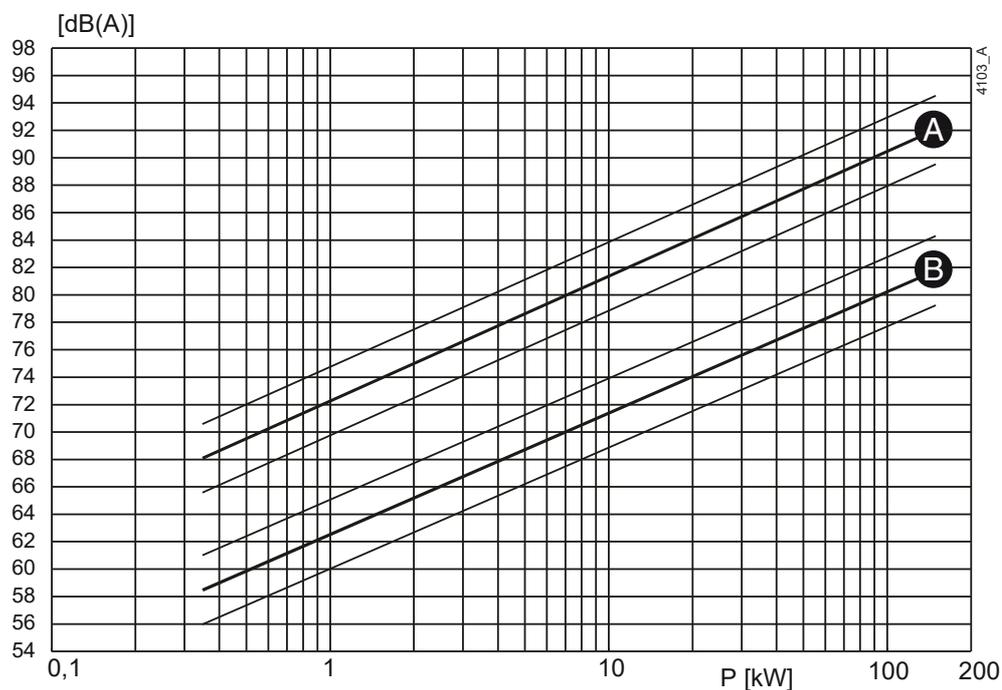
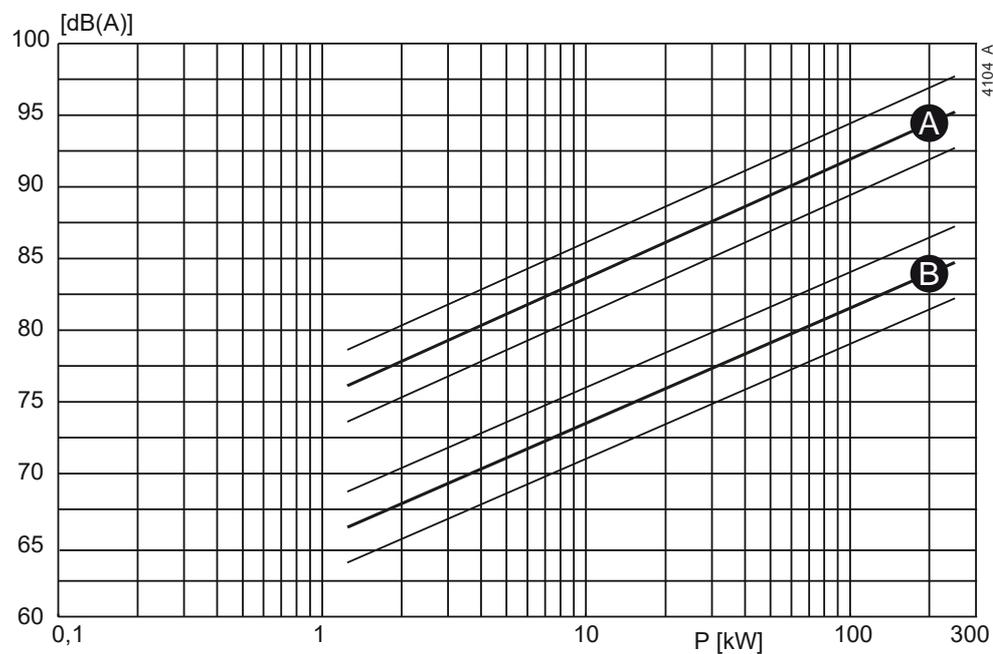

Рисунок 97. Зависимость уровня шума от мощности насоса [кВт] при 1450 об/мин-1
Рисунок 98. Зависимость уровня шума от мощности насоса [кВт] при 2900 об/мин-1
- 1 Определите уровень шума ( $L1$ ) насоса, см. рисунок 97 или рисунок 98.